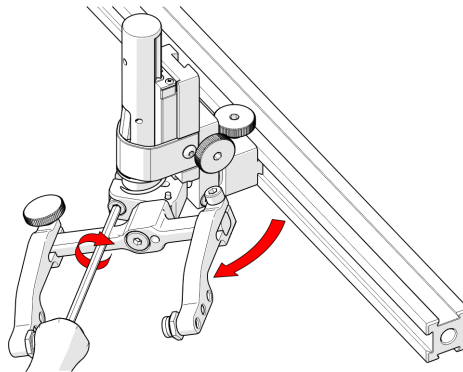

Abbildung 2-82 Drehen und festziehen
3. Ziehen Sie die Quereinstellschraube fest (siehe Abbildung 2-82 auf Seite 103).